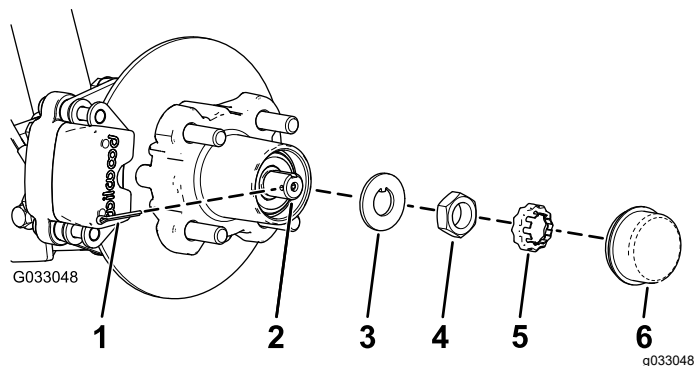
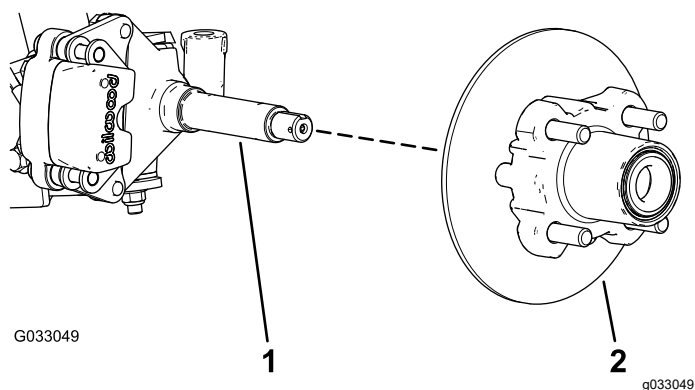

図 31
図 32
4. ハブからダストキャップを取る 図 31。
5. スピンドルとスピンドルナットから、コッターピンとナットリテーナを外す 図 31。
6. スピンドルからスピンドルナットを外し、スピンドルからハブローラアセンブリを取り出す 図 31 と 図 32。